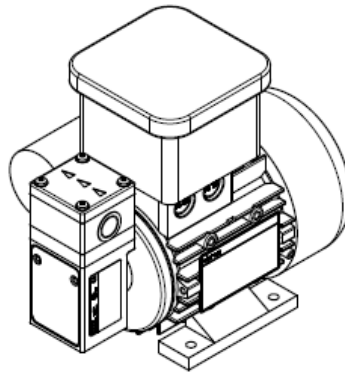

Fig. 4: optimale Einbaulage / waagrecht
- Einbaulage → Die Einbaulage der Pumpe kann prinzipiell frei gewählt werden. Für maximale Genauigkeit und schnelle Entlüftung die bevorzugte Einbaulage beachten (Fig.4).